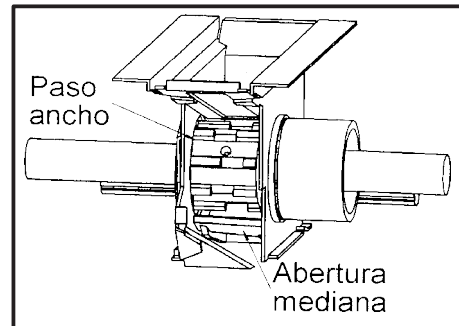

fig. 7
- Passo medio e largo, per semi normali e grandi (figs. 7 e 8).